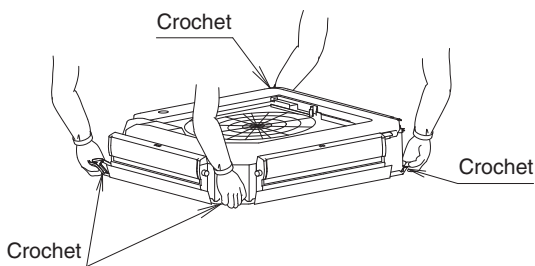

Fig. 9
- Lors du transport de l'unité intérieure, tenez-la par les supports en métal d'accroche. (Reportez-vous à la Fig. 9)